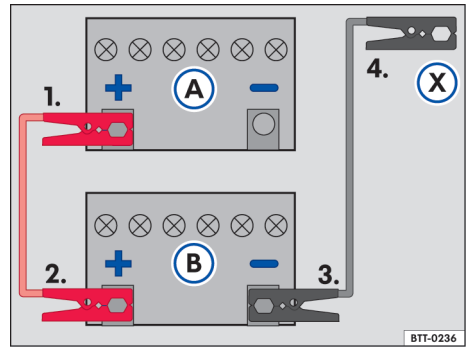

Fig. 126 Esquema para a conexão dos cabos auxiliares de partida: bateria do veículo descarregada (A) e bateria do veículo fornecedora de corrente (B).
Legenda para → Fig. 126:
- Conectar uma extremidade do cabo auxiliar de partida *vermelho* ao polo positivo → Fig. 126 (+) do veículo com a bateria do veículo descarregada (A) → ⚠️.
- Conectar a outra extremidade do cabo auxiliar de partida *vermelho* ao polo positivo (+) da bateria do veículo fornecedora de corrente (B).
- Conectar uma extremidade do cabo auxiliar de partida *preto* ao polo negativo (-) da bateria do veículo fornecedora de corrente (B).
- Conectar a outra extremidade do cabo auxiliar de partida *preto* (X) no veículo com a bateria do veículo descarregada em uma peça maciça de metal aparafusada firmemente ao bloco do motor ou no próprio bloco do motor - porém não nas proximidades da bateria (A) → ⚠.